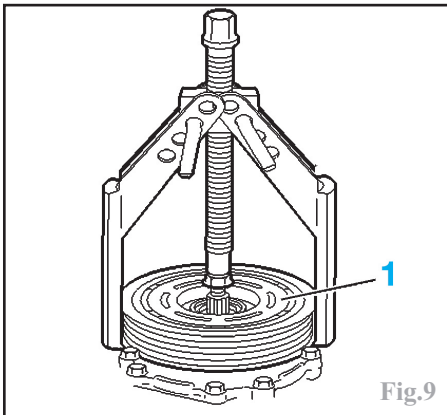

Fig.9
Mettre en place un extracteur et extraire la poulie (1) (Fig.9).